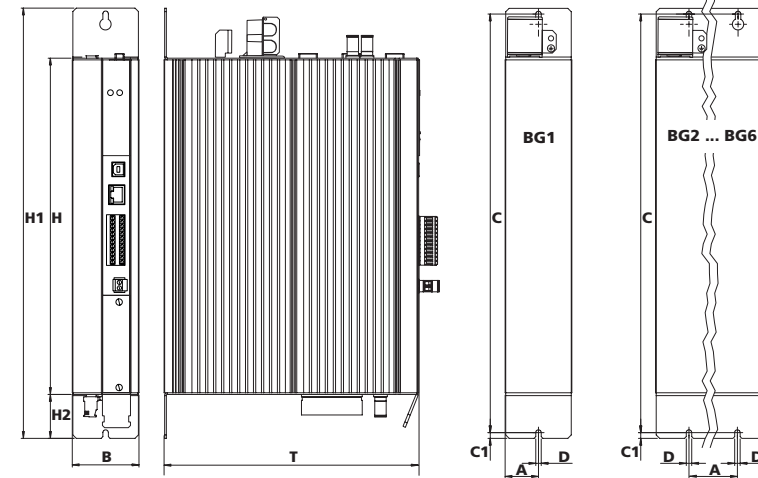
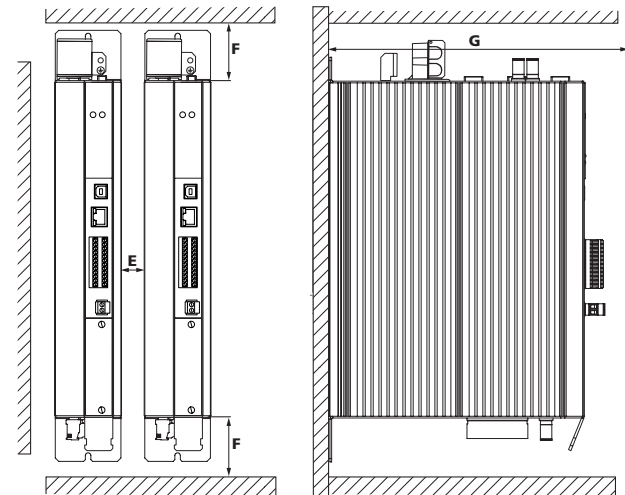

Bild 3.10 Maßzeichnung Gehäusevariante Luftkühlung
Bild 3.11 Montageabstände Gehäusevariante Luftkühlung
2.	Reißen Sie die Position der Gewindelöcher auf der Montageplatte an. Bohren Sie Löcher in die Montageplatte und schneiden Sie für jede Befestigungsschraube ein Gewinde. Berücksichtigen Sie den Biegeradius der Anschlussleitungen! Lochabstände und Maßbilder siehe Tabelle 3.1, Bild 3.10 und Bild 3.11.